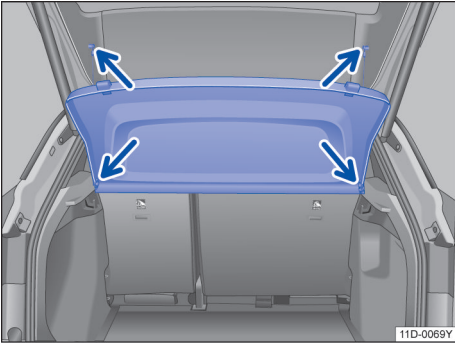

图 125 行李厢内：拆卸和安装行李厢盖板
- 将固定带从行李厢盖上摘下→ 图 125（上部箭头）。
- 从上方将行李厢盖板按压到侧托架内→ 图 125（下部箭头）。